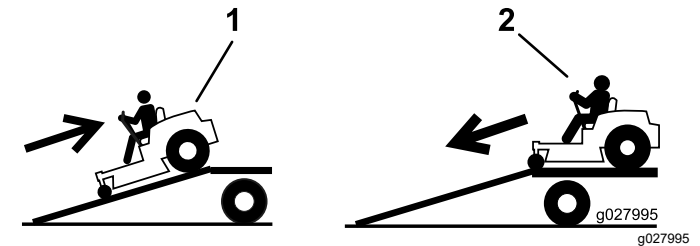

Bild 40
2. Fahren Sie die Maschine vorwärts von der Rampe herunter (Bild 40).